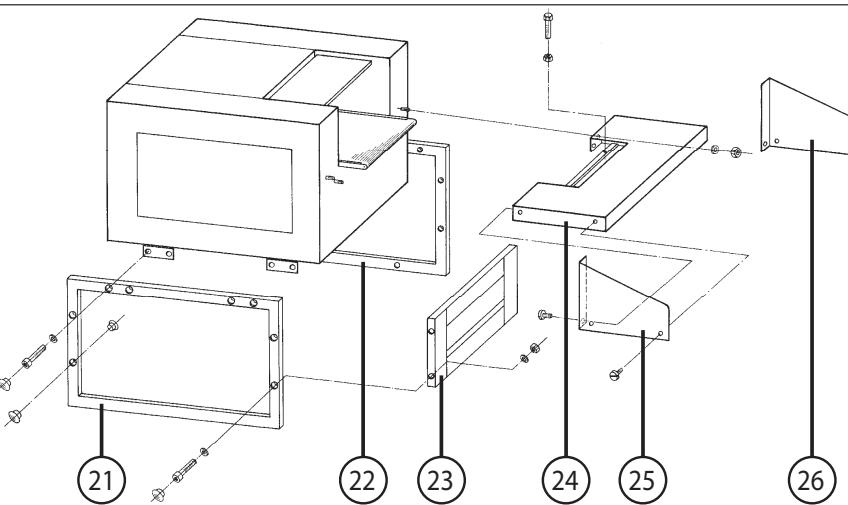

Abb. 1
MONTAGE DES UNTERGESTELLES (Abb. 1 und 2):
MONTAGE DES TISCHES (24) (Abb. 1):
- Das Stromkabel der Not-Aus-Leiste (14) durch die Tülle vorne im linken Gehäuse-Seitenteil, sowie durch die Kabelverschraubung unten am Schaltkasten in den Schaltkasten führen und dort die blaue Litze an Klemme 20 und die braune Litze an Klemme 19 anschließen.
- Die Arbeiten unter Punkt „4.“ für den elektrischen Anschluß der Not-Aus-Leiste (14) dürfen nur von einem Fachmann ausgeführt werden!
MONTAGE DER SCHUTZWINKEL (Abb. 1):
- 21 = Rahmen links (Abb. 1 und 2)
- 22 = Rahmen rechts (Abb. 1)
- 23 = Zwischenblech (Abb. 1 und 2)
- 24 = Tisch (Abb. 1)
- 25 = Schutzwinkel links (Abb. 1 und 2)
- 26 = Schutzwinkel rechts (Abb. 1)